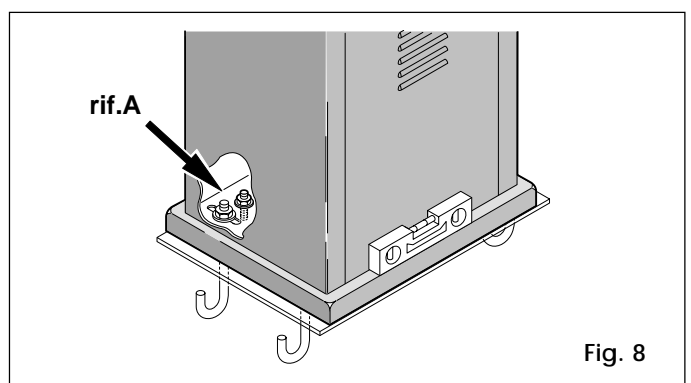

Fig. 8
- 2) Inserire le apposite viti di regolazione sulla base del motoriduttore come da fig. 8 rif. A.
Terminata l'installazione della cremagliera per garantire un corretto ingranamento con il pignone, è opportuno abbassare di circa 4mm la posizione del motoriduttore, fig. 12 registrando le viti di livello (fig. 8 rif. A). Serrare definitivamente i 4 dadi di fissaggio del motoriduttore.